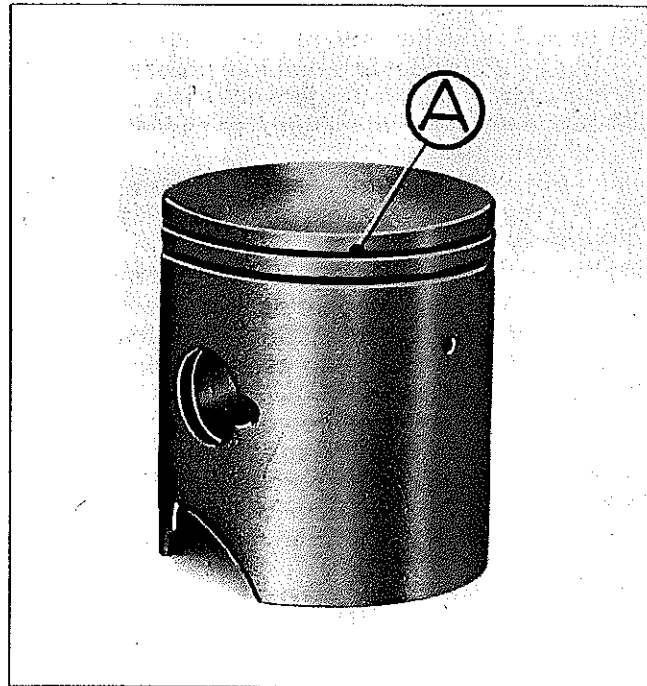

FIG. M57 - A. TRAVA DO ANEL DO PISTÃO
8. O pino nos alojamentos dos anéis deve ficar entre as suas extremidades. Figura M57.